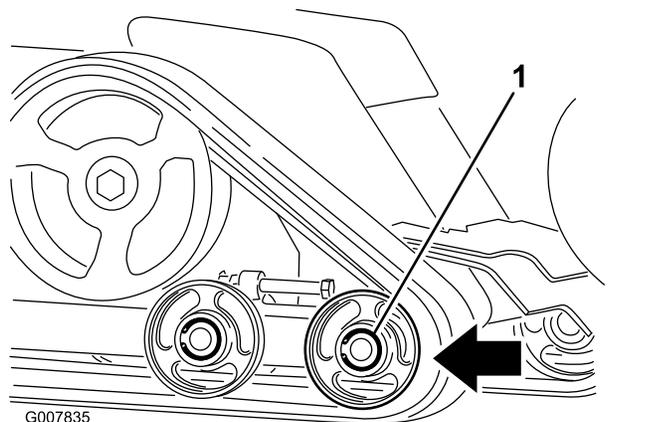

図 44
6. 前ロードホイールを機体後方に向けて押して一杯まで移動させる 図 44。
8. ロードホイールからベルトが外れたら、機体から取り出す 図 44。
9. 駆動ホイールからスタートして、新しいクローラをホイールに巻きつけるようにして取り付けるクローラについている爪がホイールの溝にはまるように取り付けること 図 44。
10. 後ロードホイールと中央ロードホイールの下と間にクローラを押し込むようにして取り付ける 図 44。